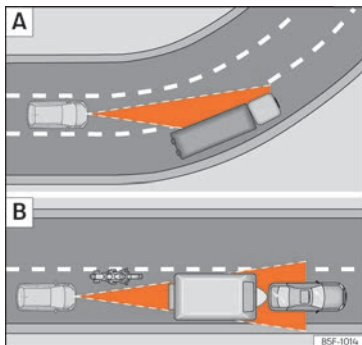

Fig. 152 A) Vehículo en una curva. B) Motociclista circulando por delante fuera del radio de acción del sensor de radar.
El ACC podría no detectar en curva el vehículo precedente o podría regular la distancia con vehículos que se encuentran en otros carriles » **fig. 152 A**.
- Vehículos que circulen desalineados o fuera de la zona de detección del sensor, por ejemplo, motocicletas » **fig. 152 B**